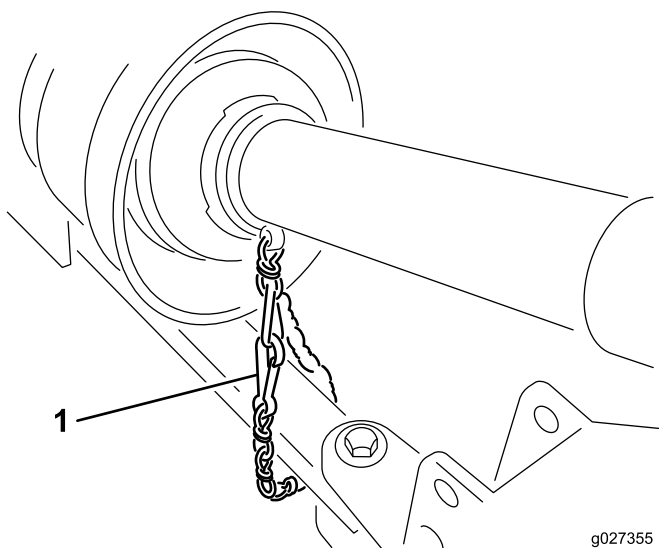

Figura 8
5. Conecte la cadena de seguridad del protector al tractor (Figura 8).